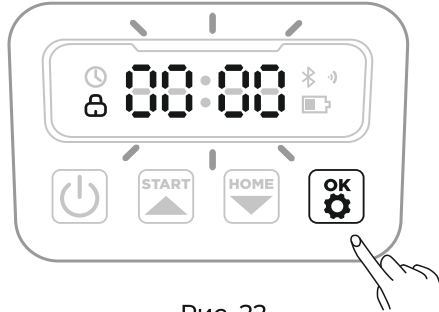

Рис. 22
2) Введите пароль по умолчанию 0000 на газонокосилке и нажмите «ОК» для завершения процесса настройки (рис. 22).